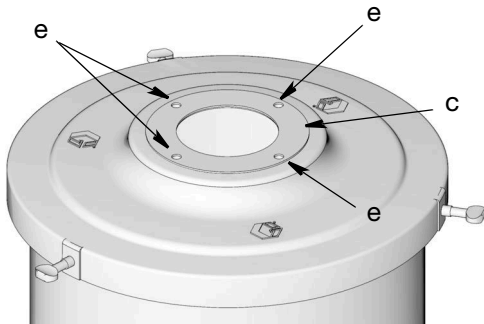

图 7
- 检查垫圈 (c) 是否就位储罐盖的顶部, 摆放平整并且垫圈上的孔 (e) 与盖子上的孔对齐 (图 7)。